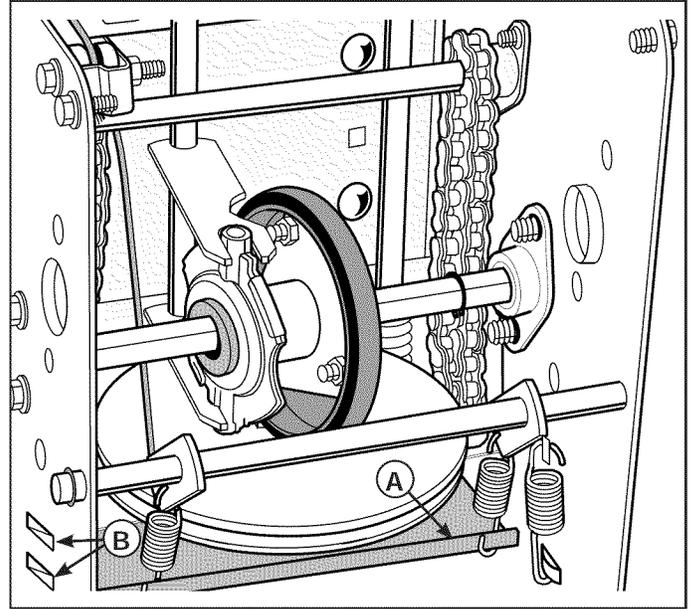

Figura 48. Cambio de la correa de tracción
4. Quite la varilla del eje de la placa oscilante (I) para dejar que la placa oscilante (A, Figura 48) gire hacia adelante.
8. Asegúrese de que la polea tensora de transmisión de tracción (L) esté alineada apropiadamente con la correa de transmisión de tracción (A).
9. Adjunte el muelle de transmisión de tracción (E).
10. Instale la varilla del eje de la placa oscilante (I) y asegúrela con el anillo-E (J) quitado anteriormente.
11. La parte inferior de la placa oscilante (A, Figura 48) debe estar posicionada entre las lengüetas de alineación (B). Cerciórese de que la placa oscilante esté asegurada apropiadamente.